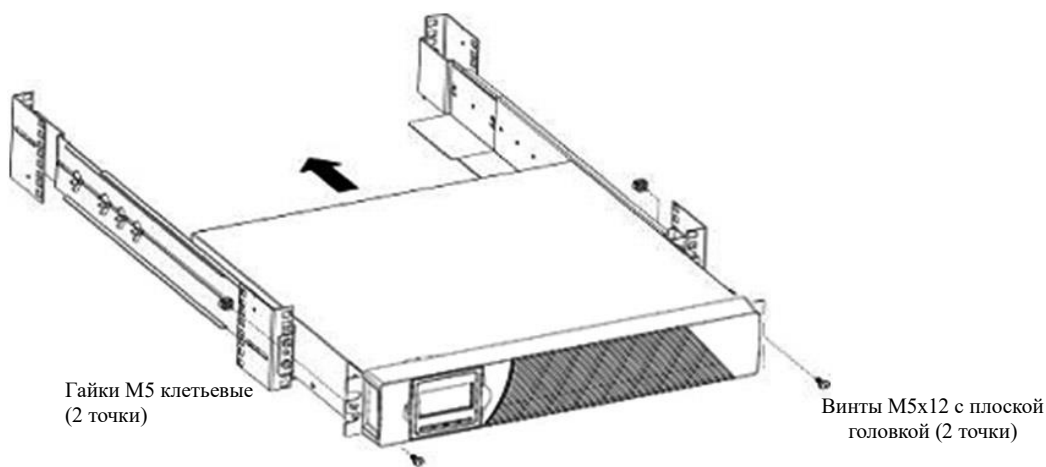

Рисунок 7. Крепление ИБП в шкафу спереди
- k) Закрепите ИБП в шкафу спереди при помощи одного винта M5x12 с плоской головкой и одной клетьевой гайки M5 справа и слева (см. рисунок 7). Вставьте нижний винт на каждой стороне через нижнее отверстие монтажного